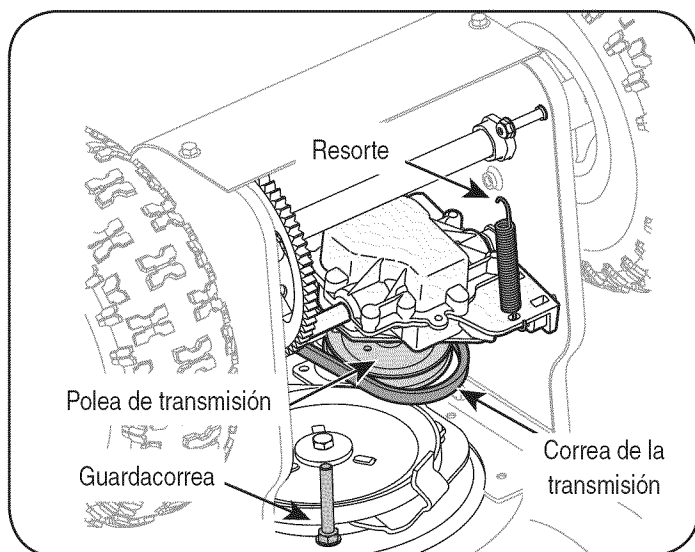

Figura 19
1. Inclíne la máquina quitanieve hacia arriba y hacia adelante de manera que quede apoyada sobre la caja de la barrena. Retire el guardacorrea como se indica en la Figura 19. Regrese la máquina quitanieve a su posición vertical para completar los siguientes pasos.
2. Quite el resorte que conecta la transmisión a un perno en el cuadro del motor. Vea la Figura 19.